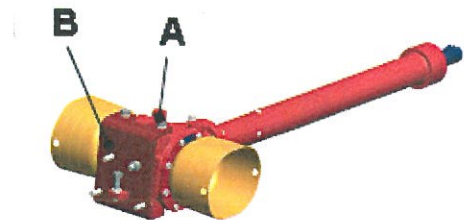

Bild 26: beidseitige Getriebe
- Mit 4 Schrauben anschrauben Sie den Träger der Getriebe (Bild 26, Pos. A) auf die Getriebe.
- Montieren Sie die Getriebe auf das Mulcher und befestigen Sie 4 Schrauben (Bild 26, Pos. B) Die Länge des Trägers von Getriebe bis zu dem Gehäuse des Mulchers soll zirka 25 mm sein (einstellbar mit Schraube).